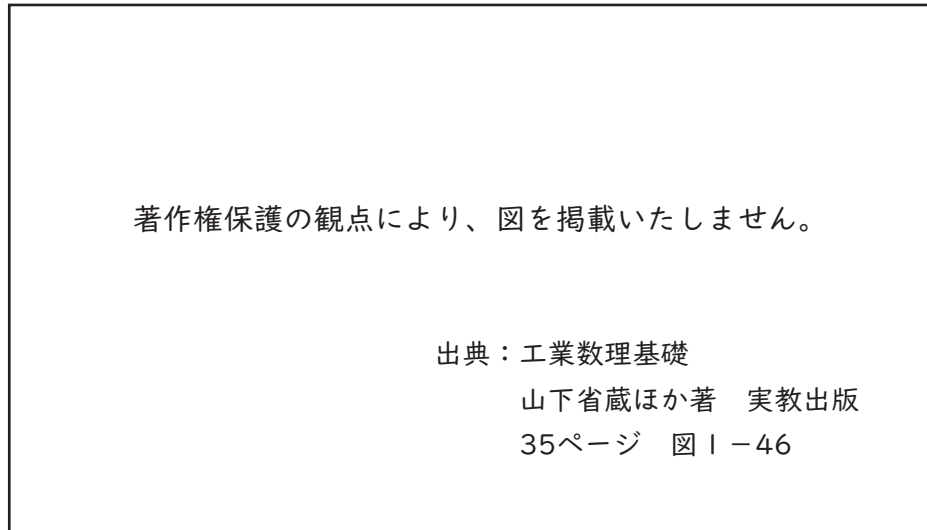

図4
(10) 次の図4は測点Aから建物までの距離等の測量結果を示したものである。この建物の高さH[m]の値として、最も適切なものを1～5から一つ選べ。